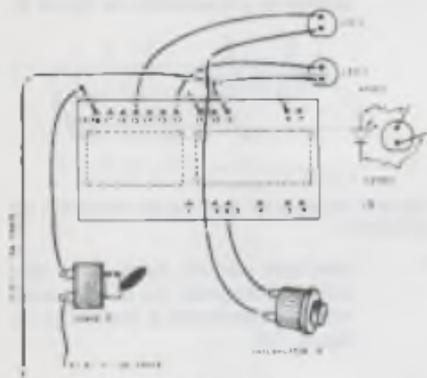

Figura 11
- 9 - cortar 9 (nove) pedaços de fio flexível com um comprimento de aproximadamente 10 cm e soldá-los nos pontos indicados na figura 11-A. O par de fios que parte dos pontos 3 e 9 é conectado ao interruptor de resetamento (chave K da figura 7) enquanto os quatro fios destinados para os LEDs devem ser a eles ligados conforme a indicação da figura 11 - não trocar a posição dos fios de cada LED, a parte chanfrada do LED (figura 11-B) deve ser ligada à massa -